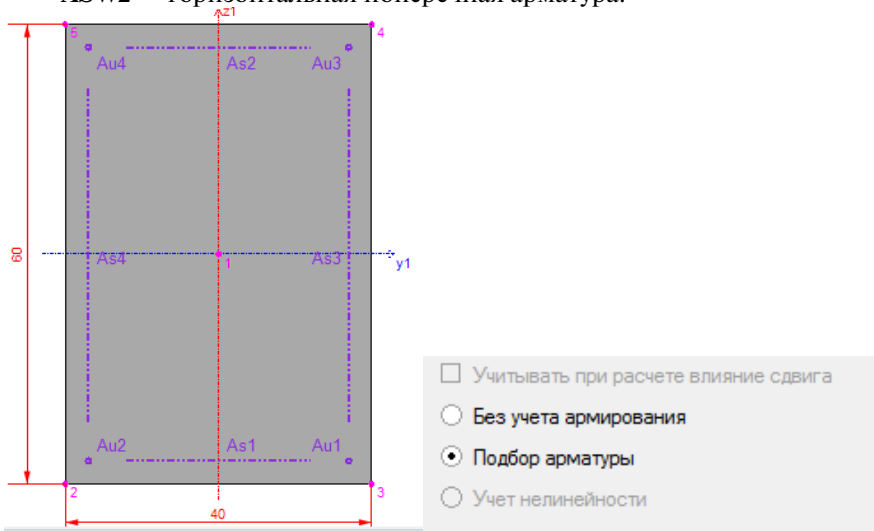

Рис. 116. Расположение арматуры
- В нижней части панели появится чертеж поперечного сечения балки с указаниями мест расположения арматуры (рис. 116).